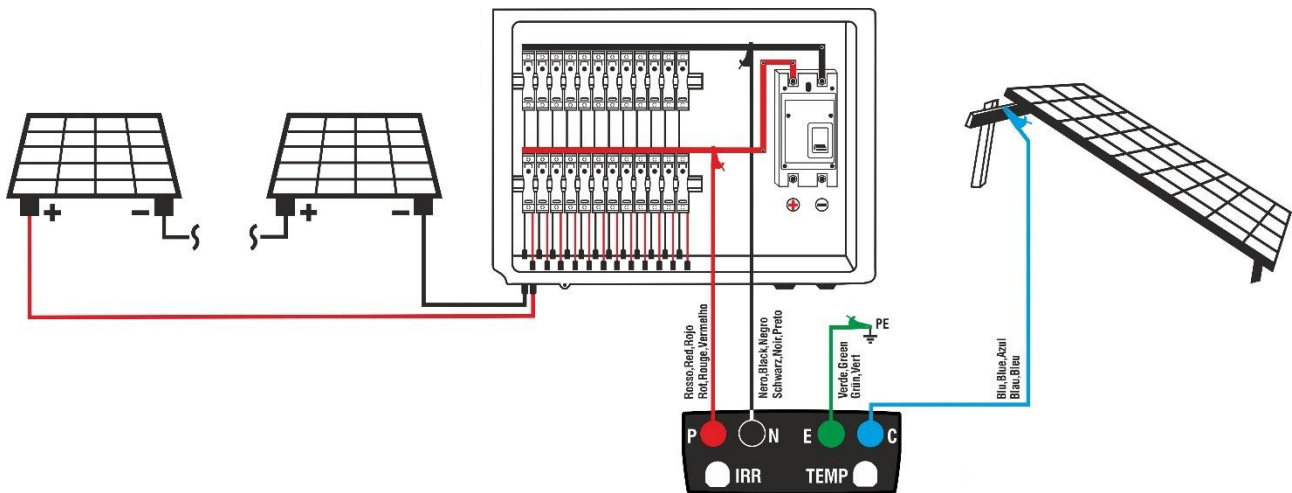

Fig. 16: Collegamento strumento in test IVCK con uso di funzione Avvia&Salva
7. Collegare lo strumento come mostrato in Fig. 16. In particolare, collegare il polo Negativo della barra all’ingresso **N** tramite collegamento fisso con terminale a coccodrillo, il polo Positivo della barra all’ingresso **P** tramite collegamento fisso con terminale a coccodrillo, il nodo principale di terra dell’impianto (per test MΩ e RPE) all’ingresso **E** ed eventualmente l’ingresso **C** alle masse metalliche (per test RPE)